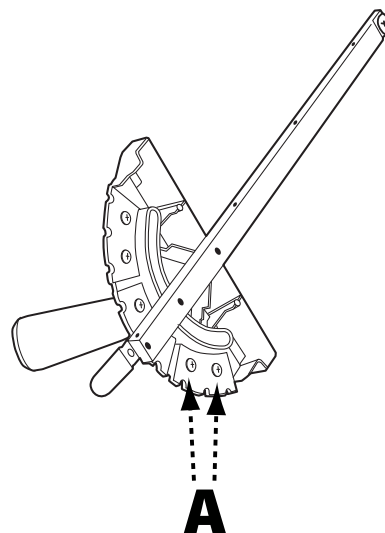

FIGURA 38
2. Afloje los 2 tornillos del segmento del tope del inglete hasta el nuevo ángulo deseado. (A) se muestra en la Figura 38.